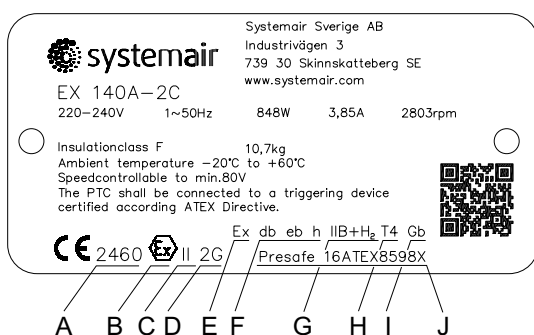

Bild 4 Typenschild
- Kabelverschraubungen am Motor müssen mindestens dieselbe Ex-Klasse wie der Ventilator aufweisen, siehe Abbildung 4.